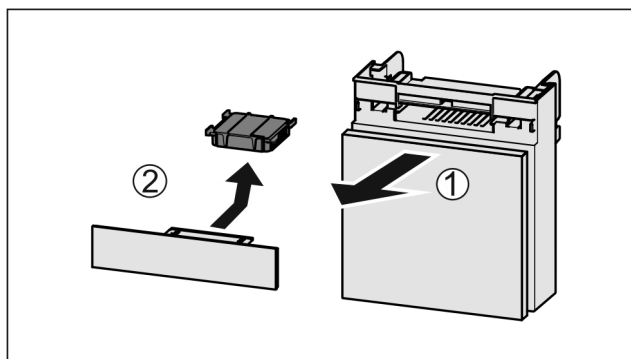

Fig. 137
- Zásuvku vytáhněte dopředu Fig. 137 (1).
► Filtr s aktivním uhlím vyjměte Fig. 137 (2).